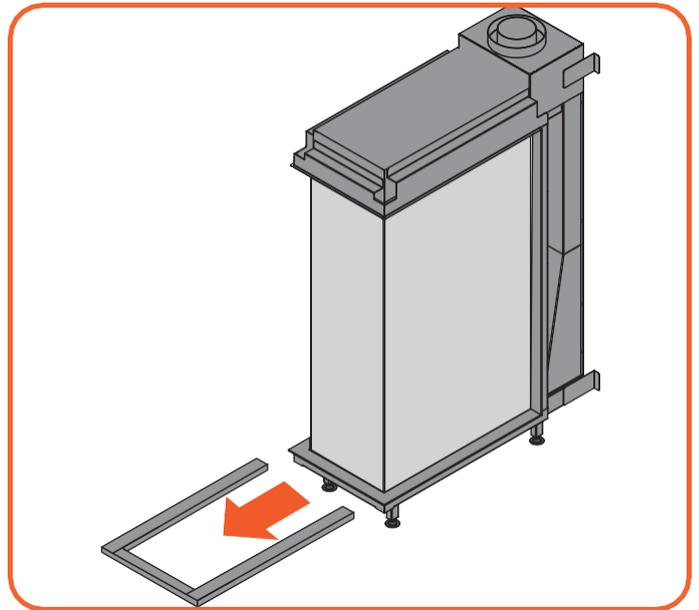

Fig. 9.5 Démontage de l'habillage inférieur
- Retirez l'habillage inférieur (figure 9.5).